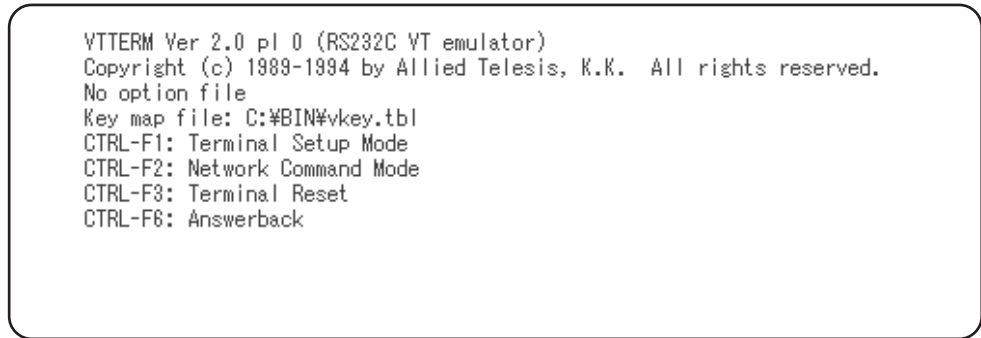

図 4-2: VTTERM 起動時の画面
- (2) 図 4-2 の画面が表示された後、AT-RMON に電源を投入すると、セルフテストが自動実行されます。リターンキーを 2、3 回押してメインメニューを表示します。VTTERM を起動したときに、AT-RMON が既に動作中である場合も、リターンキーを数回押し、Omega ソフトウェアのメインメニューを表示してください。